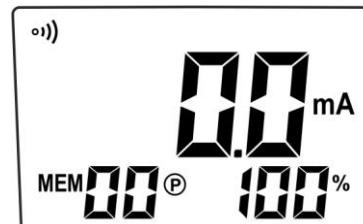

Fig. 24
- Lo strumento mostra il messaggio “**OL Ω**” a display, in quanto si configura automaticamente per la misura di resistenza Eseguire una breve pressione del tasto **▲A** per entrare nel modo di misura della corrente. Viene mostrata la videata di Fig. 24.